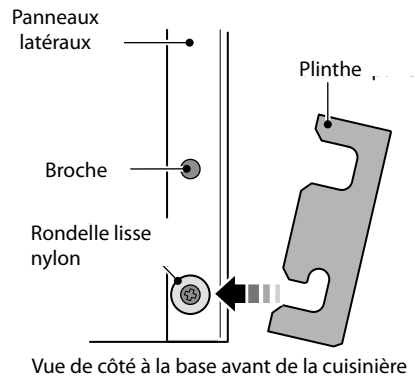
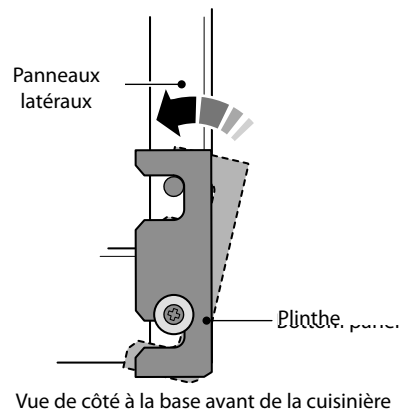

Fig. 8.15
Fig. 8.16
1. Faire légèrement pivoter le fond du panneau pour placer les fentes inférieures sur les rondelles (**Fig. 8.15**). Ensuite, faire pivoter le panneau pour qu'il se positionne sur les broches (**Fig. 8.16**).